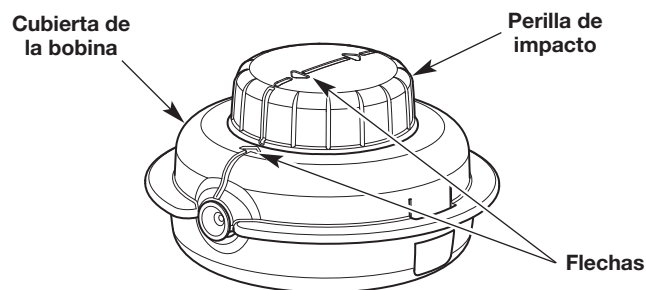

Fig. 19
- Gire la perilla de impacto para alinear las flechas de la perilla con las flechas de la cubierta de la bobina (Fig. 19).